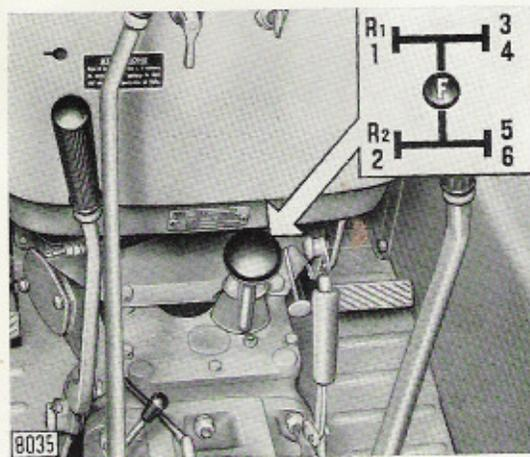

Fig. 7. - Posizioni della leva comando marce.
1. Accertarsi che la frizione centrale sia disinnestata e spostare la leva del cambio nella posizione della marcia desiderata (fig. 7).